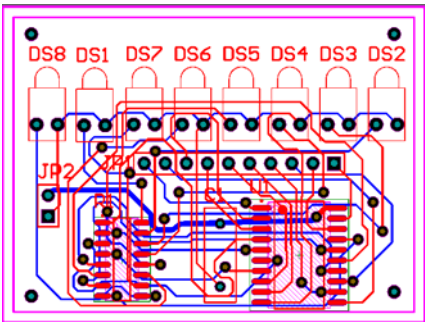

图 9-63 自动布线结果
Step6 单击“Route All（布线所有）”按钮，执行自动布线命令，系统将对电路板的网络进行布线，结果如图 9-63 所示。